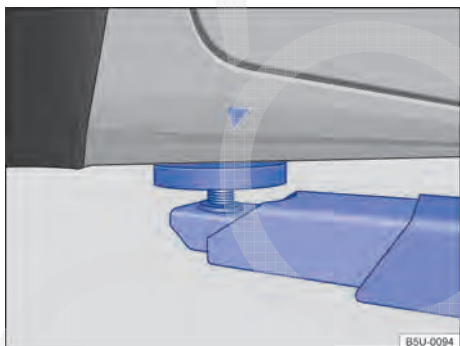
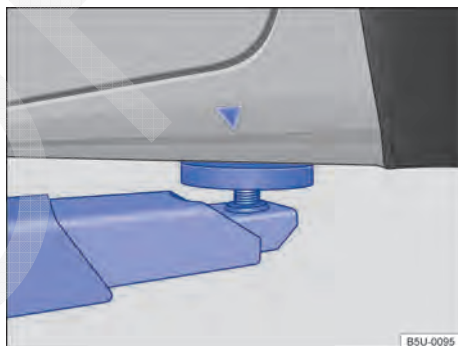

Fig. 144 Pontos de apoio dianteiros para a suspensão com plataforma elevatória ou com macaco.
Fig. 145 Pontos de apoio traseiros para a suspensão com plataforma elevatória ou com macaco.
O veículo deve ser suspenso somente pelos pontos indicados nas figuras ⇒ Fig. 144 e ⇒ Fig. 145. Se o veículo não for suspenso pelos pontos indicados, podem ocorrer danos no veículo ⇒ Ⓢ e ferimentos graves ⇒ ⚠️.
- Suspender o veículo somente pelos pontos indicados nas figuras ⇒ Fig. 144 e ⇒ Fig. 145. Se o veículo não for suspenso pelos pontos indicados, o veículo poderá cair da plataforma elevatória quando, por exemplo, o motor ou a suspensão for desmontado.